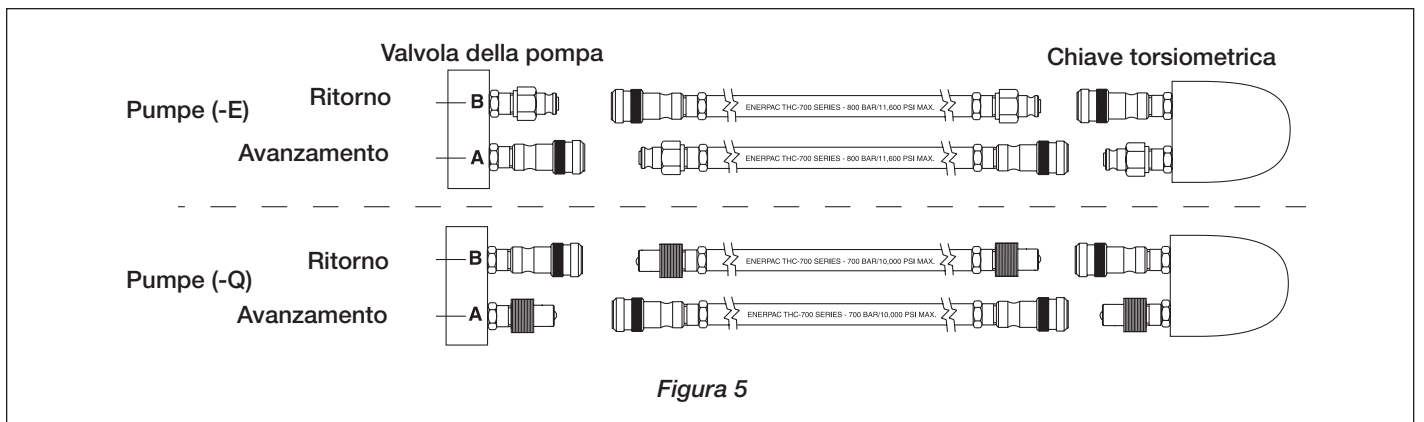

Figura 5
Collegare i tubi flessibili come mostrato in Figura 5
2. Pompa tipo (-Q) per le chiavi torsionometriche Enerpac S e W ed altre marche. Usare tubi marcati "Enerpac THQ-700 series-700 bar/10,000 psi max.". I raccordi di accoppiamento debbono essere polarizzati come da Figura 5 per assicurare il corretto funzionamento della chiave. Accertarsi che i raccordi di accoppiamento siano completamente inseriti e stretti prima di iniziare il funzionamento. L'inserimento solo parziale di un raccordo di accoppiamento impedisce il funzionamento corretto della chiave.